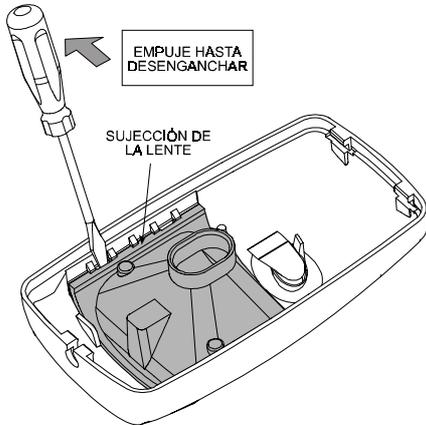

Figura 11. Liberación de la Lente
A. Separe la pieza que sujeta la lente a la tapa frontal, como muestra la figura 11.